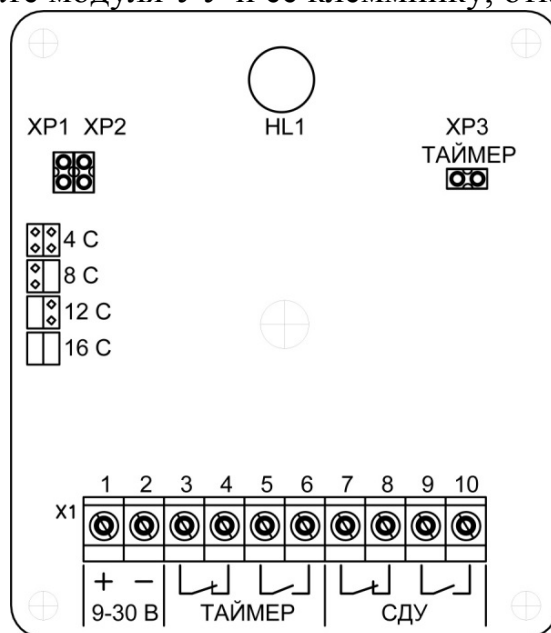

Рисунок 6 - Печатная плата модуля УУ с устройством задержки с расположением клемм и перемычек
– подключить УУ к внешним приборам (рисунок 6) к контактам 7-8 или 9-10 клеммника (в зависимости от проекта), при этом **питание на плату подавать не нужно**.
– подключить УУ к внешним приборам (рисунок 6) к контактам 3-4 или 5-6 клеммника (в зависимости от проекта);